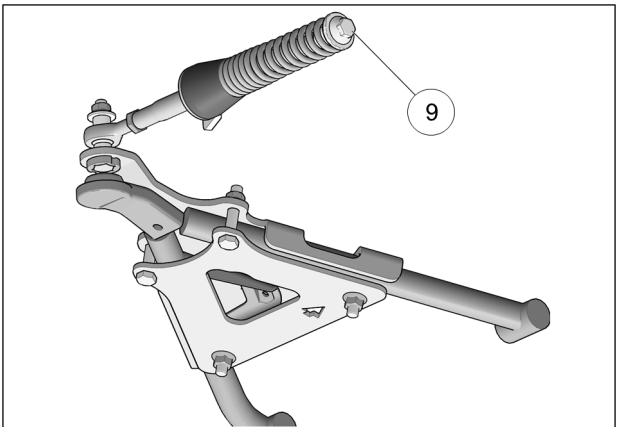

Fig. 20
11. Vérifier que le boulon du ressort (6) est serré au couple recommandé : 75 N•m [55 lb•pi]. Fig. 20